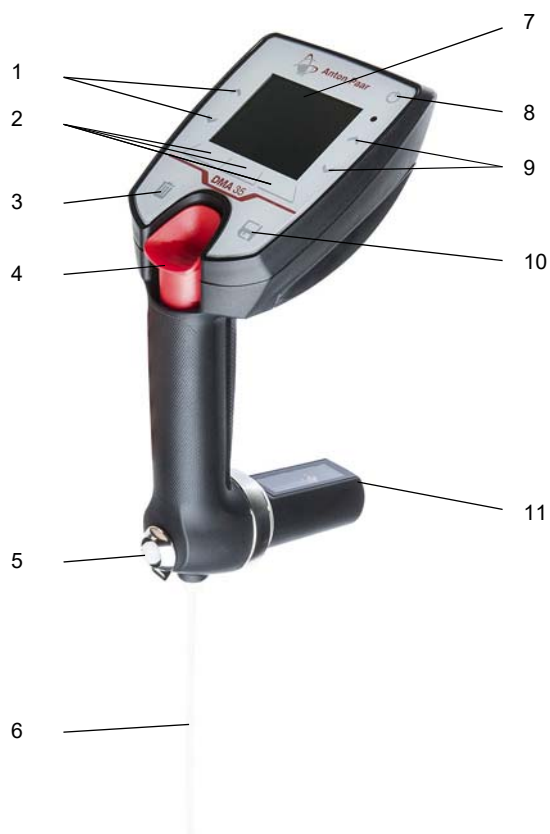

Abb. 5-1: Vorderansicht des Gerätes
1. Entfernen Sie die Verschlusschraube (siehe Abb. 5-1).